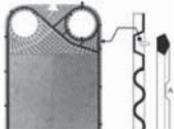

Fig. 6
• Fije las juntas a las placas (Fig. 6), preste atención a que los canales detectores de fugas de fluido "A", estén orientadas hacia arriba, procurando colocar correctamente los Plug-In® en sus ubicaciones (Fig. 7). Compruebe que la junta esté correctamente colocada en la ranura y gire la placa para comprobar que todos los Plug-In® estén